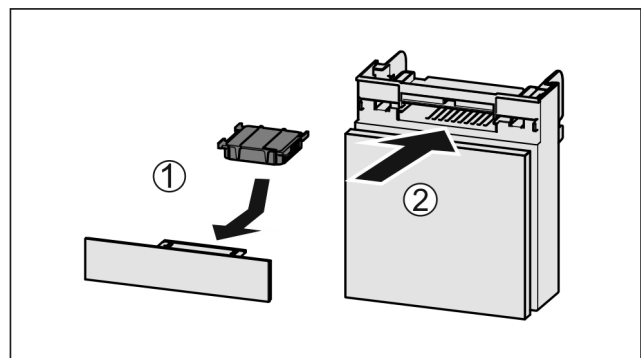

Fig. 128
- ▶ Aktivkohlefilter nach Abbildung einsetzen Fig. 128 (1).
- ▶ Fach einschieben Fig. 128 (2).